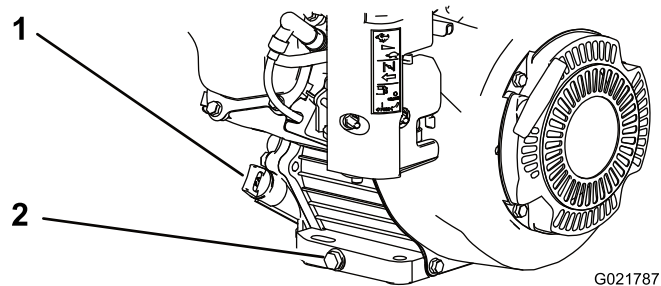

Figura 21
4. Retire el tapón de vaciado (Figura 21).